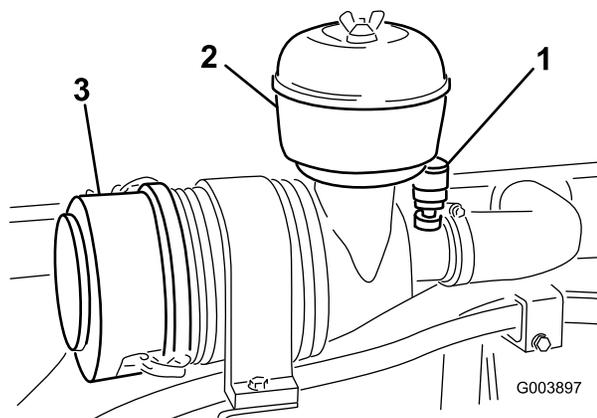

Figure 50
1. Retirez la vis à oreilles et séparez le couvercle de la cuvette du préfiltre (Figure 50).
Ne faites l'entretien du filtre à air que lorsque l'indicateur de colmatage, situé sur le boîtier, devient rouge (Figure 50).
1. Desserrez les fixations et retirez le couvercle du corps du filtre à air (Figure 50).
9. Réarmez l'indicateur de colmatage (Figure 50) s'il est rouge.